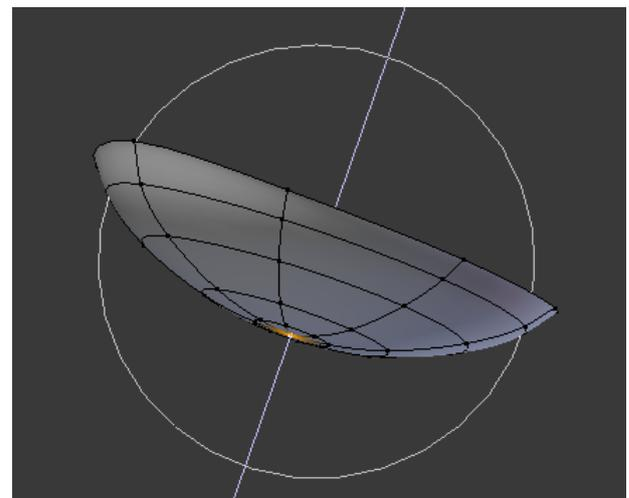

Figura 4.177
7. Estenda a selecção ao contorno do rebordo, inverta a selecção, **[Ctrl]+[I]**, e esconda, **[H]**, os vértices seleccionados, ficando assim visíveis apenas os vértices da cavidade do manípulo, figura 4.177.